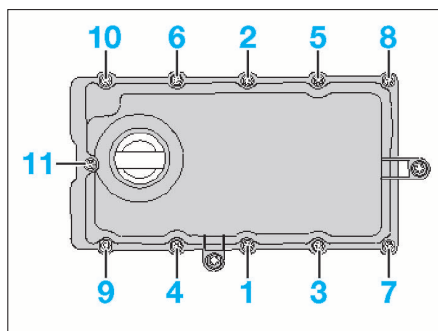

FIG. 54
- Reposer le couvre-culasse avec un joint neuf en serrant progressivement et en plusieurs passes les vis dans l'ordre indiqué (Fig.54).